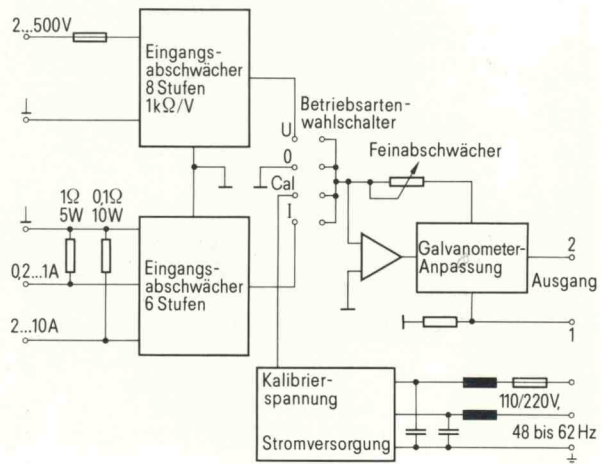

Bild 3 Prinzipschaltbild
3. Aufbau und Wirkungsweise (Bild 3)